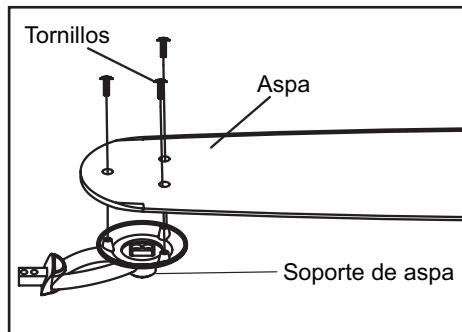

Figura 5
1. Fija el aspa a su soporte con los tornillos provistos (Figura 5). Inserta el tornillo en el soporte. Repite para los otros dos tornillos.